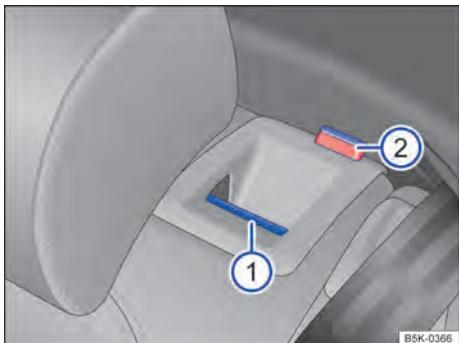

Fig. 68 No encosto do banco traseiro: botão de destravamento ①, marcação vermelha ②.
- A marcação vermelha → Fig. 68 ② não pode mais estar visível.
- Puxar o botão de destravamento → Fig. 68 ① para frente e, ao mesmo tempo, rebater o encosto do banco traseiro para frente.
- A respectiva parte de encosto do banco traseiro estará destravada quando a marcação vermelha → Fig. 68 ② estiver visível.